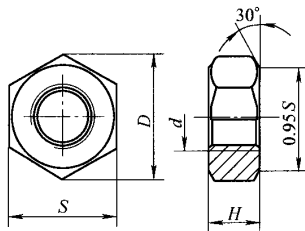

图 1 六角头螺母主要参数
现就以机械设计中常用的六角头螺母(见图 1)为例来进行叙述。程序流程:程序开始→选择标准件类型→输入标准件主参数→调用参数表并读参数→生成模型并保存→完成。
(1) 确定六角头螺母的参数 在六角头螺母中,螺纹直径 d 为主参数,尺寸宽度 S 及厚度 H 为关键参数,如图 1 所示,两侧倒角的参数属于变量,随着主参数 d 的变化而变化。确定了这些参数后,应建立一个参数文本文件,将六角头螺母从 M3 到 M48 系列参数从小到大输入到这个文本文件中,对应每种螺母,将其主参数 d 、关键参数 S 、 H 及螺纹类型都要输进去,例如 M10 螺母的参数的输入方式为:10; 17; 8; “M10”。
(2) 程序界面设计 程序界面应当设计的简单明了,这里只用了一个标签、一个组合框(ComboBox)及